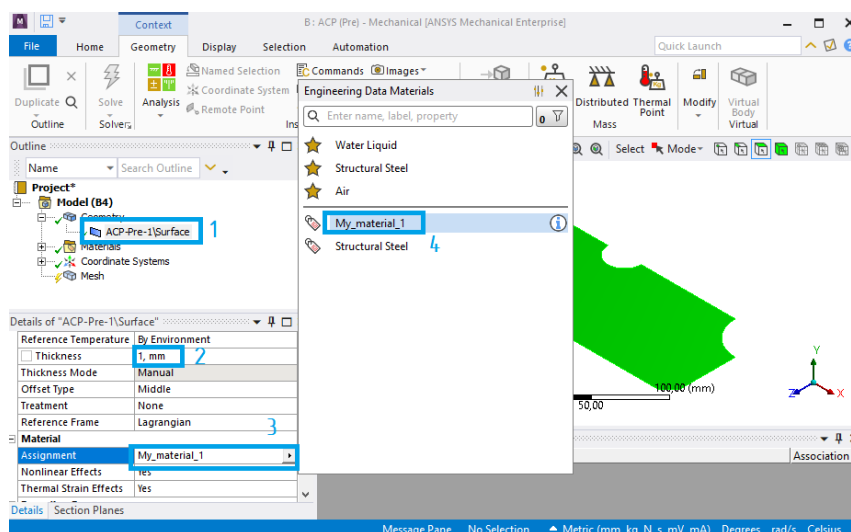

Рис. 19. Присвоение созданного материала
13. Выделяем *ACP-Pre-1\Surface*  *ACP-Pre-1\Surface* (1) и в появившемся слева окне задаем толщину оболочки (2), равную 1 мм, и в строке выбора материала (3) выбираем созданный нами композитный материал (4) (рис. 19).